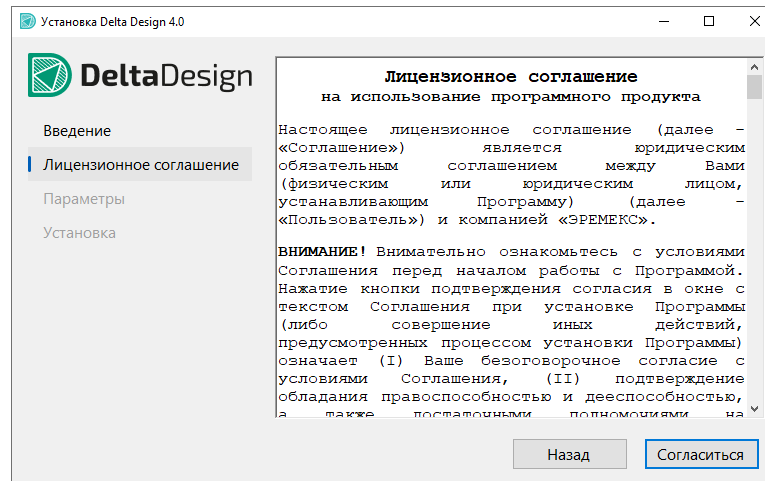

Рис. 2 Лицензионное соглашение
3. Прочтите условия лицензионного соглашения, для принятия условий нажмите «Согласиться», см. Рис. 2.